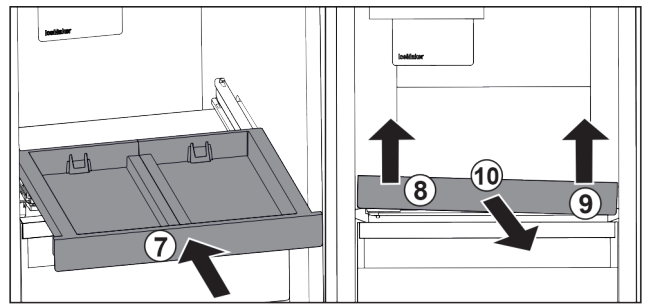

Fig. 82
- ▶ Uitschuifplateau erin schuiven. Fig. 82 (7)
- ▶ Uitschuifplateau linksvoor optillen. Fig. 82 (8)
- ▶ Uitschuifplateau rechtsvoor optillen. Fig. 82 (9)
- ▶ Uitschuifplateau er naar voren uitnemen. Fig. 82 (10)